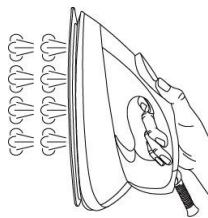

Рисунок 7
2. Тримайте праску у вертикальному положенні (рис. 7) на відстані 15–30 сантиметрів від одягу.